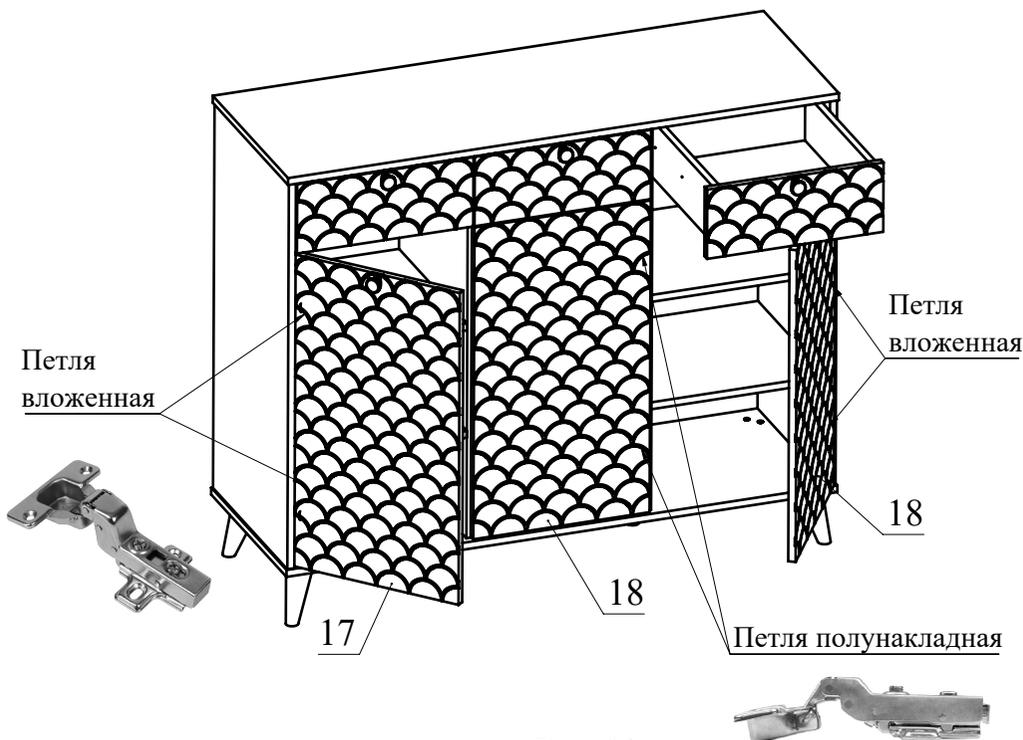

Рис.13
15. Установите фасады 17, 18, закрепив петли затяжными винтами (Рис. 13).
16. Установите ящики в корпус тумбы (Рис. 13).